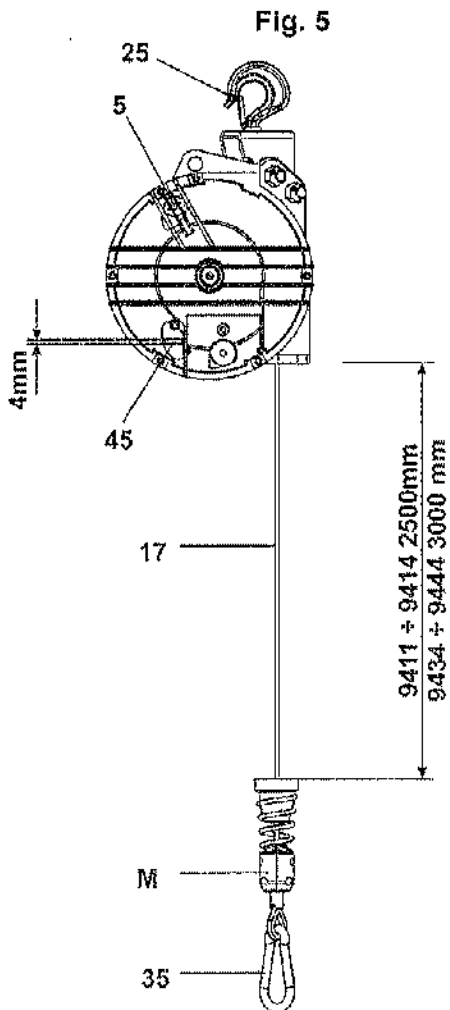
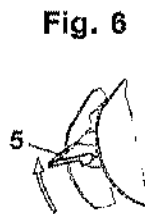

Fig. 5
Fig. 6
Para equilibrar cargas mayores dentro de la capacidad de carga permitida, gire con la llave correspondiente el tornillo (45) (Fig.5) en el sentido indicado por el signo "+".
Para equilibrar cargas más ligeras, gire con la llave correspondiente el tornillo (45) (Fig.5) en el sentido indicado por el signo "-".
La carga a equilibrar se deberá colgar al mosquetón (35) (Fig.5). Verifique que, después de la aplicación de la carga, el mosquetón quede bien cerrado.
Si es necesario, desplace y fije la abrazadera (M) (Fig.5) para limitar el recorrido hacia arriba.
No desenganche la carga si la abrazadera (M) (Fig.5) no está apoyada a la grapa del cable (POSICIÓN VISIBLE EN FIG.5)
NOTAS: El equilibrador también se bloquea si el muelle del tambor está completamente descargado. En este caso, la cabeza del tornillo de carga (45) (Fig.5) sobresale aproximadamente de 4 mm del capuchón; para restablecer el funcionamiento, accione la palanca (5) (Fig.6) e intente cargar el muelle tal como se describe en el párrafo "Regulación del equilibrador" (libere la palanca (5) una vez que la cabeza del tornillo de carga (45) (Fig.5) haya entrado en el capuchón); si el equilibrador no se desbloquea,